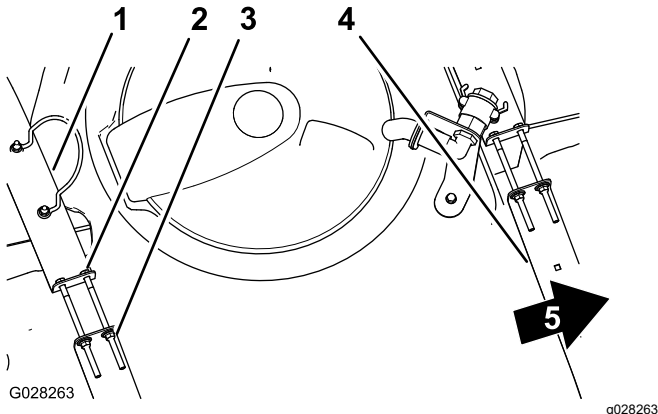

Figura 69
2. Verificai dacă există vreo micare între benzile de fixare a rezervorului i rezervor (Figura 69).
3. Dacă benzile de fixare a rezervorului se potrivesc liber pe rezervor, strângei contrapiuliile cu guler i uruburile de la partea superioară a benzilor de fixare până când acestea sunt la același nivel cu suprafața rezervorului (Figura 69).